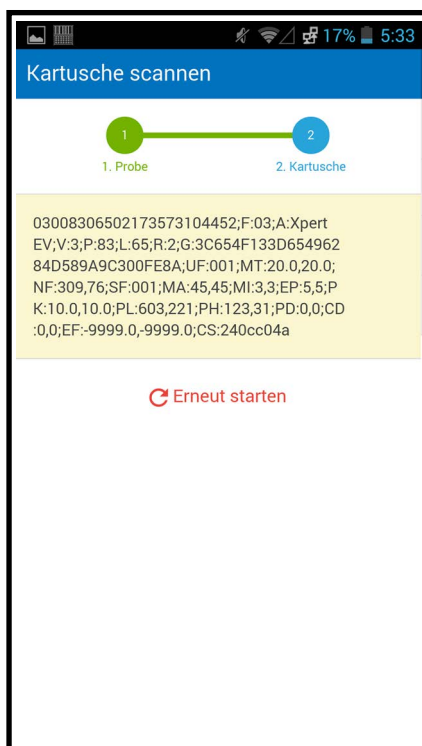

Abbildung 5-107. Bildschirm mit eingescannten Kartuscheninformationen von Cepheid Link
- Drücken Sie die blaue Scannertaste (links und rechts am Barcodescanner), um den Barcode der Kartusche einzuscannen. Nach dem erfolgreichen Scan des Kartuschen-Barcodes ordnet Cepheid Link die Kartusche der Probe zu. Auf dem Scanner werden kurz die eingescannten Kartuscheninformationen angezeigt (vgl. Abbildung 5-107).